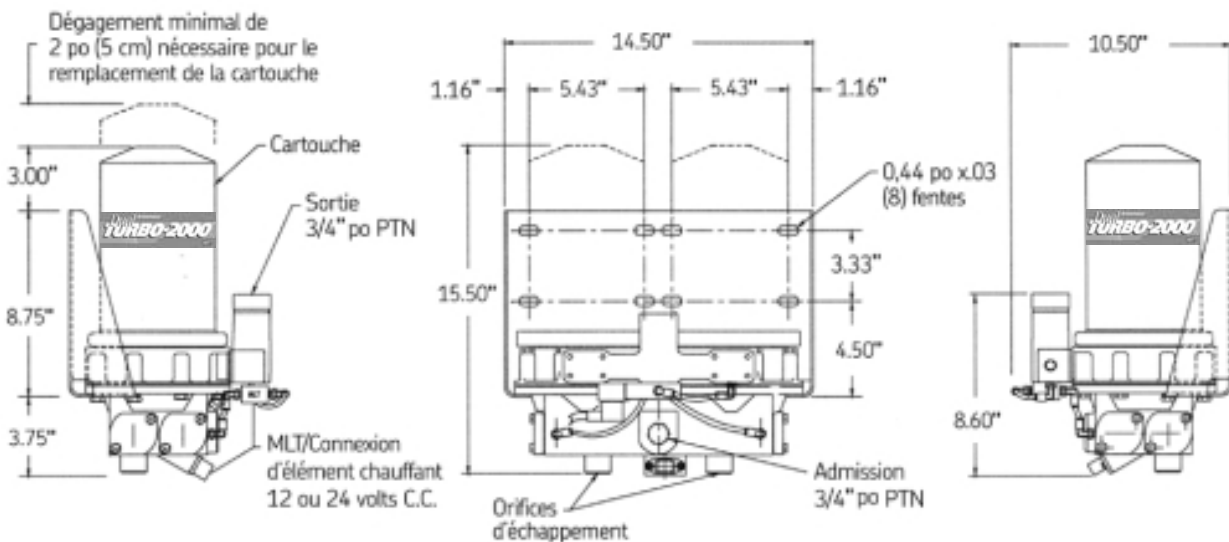

Fig. 1 Cotes de l'appareil
| • Cotes de l'appareil: | (voir Fig. 1) | • Régénération du milieu de séchage: | Purge de circuit (cycle alternant commandé) |
- **Cotes de l'appareil :** (voir Fig. 1)